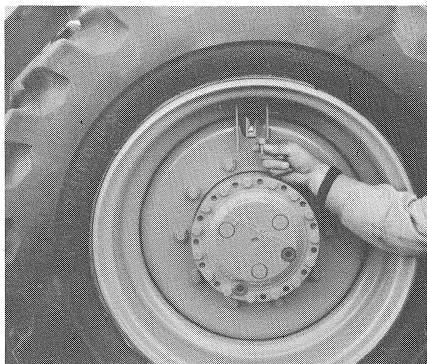
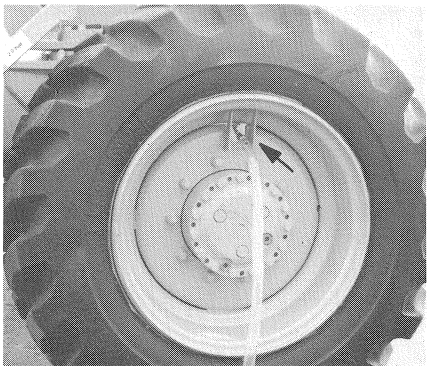

Bild 57
Bild 58
- (1) Rad abbauen.
- (2) Reifen so drehen, daß sich das Ventil in oberster Stellung befindet.
- (3) Ventileinsatz herausdrehen und Verbindungsmutter eindrehen (Bild 57).
- (4) Reifenfüllventil auf die Verbindungsmutter schrauben.
- (5) Lösung von einem höher liegenden Behälter einlaufen lassen.
- (6) Von Zeit zu Zeit Entlüftungsknopf am Reifenfüllventil betätigen (Bild 58/Pfeil).
- (7) Reifenfüllventil abschrauben. Ventileinsatz eindrehen und Reifen mit 2 bar Luftdruck aufpumpen.
- (8) Füllung überprüfen:
- (1) Dismantle wheel.
- (2) Turn the tyre until valve is in uppermost position.
- (3) Screw out valve insert and screw in connecting nut (Fig. 57).
- (4) Screw tyre filling valve onto connecting nut.
- (5) Let the liquid flow from higher basin into the tyre.
- (6) Operate vent knob at the tyre filling valve from time to time (Fig. 58/ arrow).
- (7) Unscrew tyre filling valve. Screw in valve insert and inflate the tyre at a pressure of 2 bars.
- (8) Check the filling:
- (1) Démonter la roue.
- (2) Tourner le pneu jusqu'à ce que la valve soit en haut.
- (3) Enlever le mécanisme de valve et visser l'écrou de raccord (fig. 57).
- (4) Visser la soupape de remplissage sur l'écrou de raccord.
- (5) Introduire la solution d'un récipient placé plus haut.
- (6) Actionner de temps en temps le bouchon de purge de la soupape de remplissage (fig. 58/flèche).
- (7) Dévisser la soupape de remplissage. Visser le mécanisme de valve et gonfler de pneu de 2 bars.
- (8) Contrôler le remplissage: